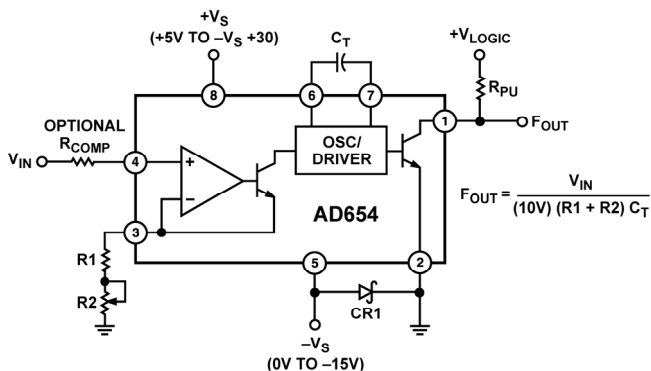
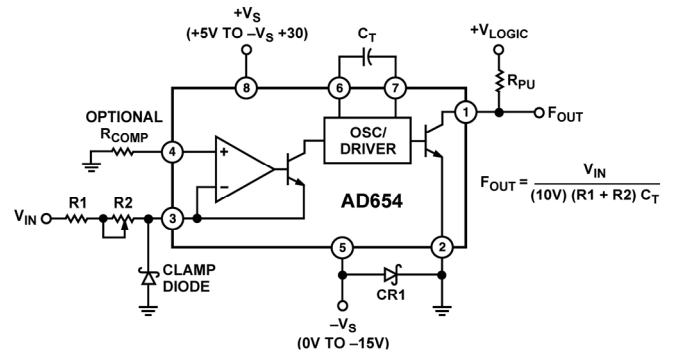
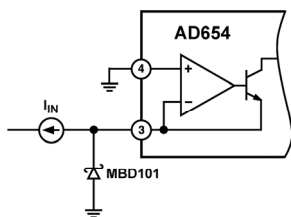

図 1. 正の入力電圧に対する標準的な V-F 接続
図 2. 負入力電圧または電流に対する V/F 接続
図 5. 入力の保護
図 1 に AD654 の機能ブロック図を示します。多機能のオペアンプが入力ステージとして機能します。このステージの機能は、入力電圧信号を変換およびスケールして NPN フォロアへ電流を出力することです。最適性能は、フルスケール入力電圧で 1 mA の駆動電流を電流/周波数コンバータ (安定なマルチバイブレータ) に供給するときに実現されます。この駆動電流は、バイアス・レベルと外付けタイミング・コンデンサに対する充電電流を提供します。この“適応型”バイアス方式により、100 nA~2 mA の全電流入力範囲で発振器の非直線性を小さくすることができます。方形波発振器出力は出力ドライバに入力されます。このドライバは NPN パワー・トランジスタのフローティング・ベースを駆動します。このフローティング駆動の採用により、ロジック・インターフェースは  $-V_S$  以外のレベルを基準とすることができます。
図 1 の接続方式では、入力アンプは入力電圧に対して非常に高い (250 MΩ) インピーダンスを示します。この入力電圧は、ピン 3 のスケール抵抗で適切な駆動電流に変換されます。抵抗 R1 と抵抗 R2 は AD654 の 10% FS 誤差と部品の偏差に対応できる十分な調整範囲を持って 1 mA フルスケール電流を提供するように選択されます。1 mA 以外のフルスケール電流を選択することができますが、直線性が低下します。2 mA が最大許容駆動電流です。AD654 の正入力電圧範囲は、 $-V_S$  (シンク電源動作ではグラウンド) から正電源より 4V 下までです。電源除去比は入力が  $(+V_S - 3.75 \text{ V})$  を超えると低下し、 $(+V_S - 3.5 \text{ V})$  で出力周波数がゼロになります。
図 1 のスケールングの関係式で示すように、0.01 μF のタイミング・コンデンサで 10 kHz のフルスケール周波数になり、0.001 μF で 100 kHz になり、1 mA の駆動電流になります。V/F 直線性を良くするためには、低誘電吸収 (DA) のコンデンサを使い、温度に対して安定な動作には小さい温度係数を持つ部品が必要です。ポリスチレン、ポリプロピレン、または Teflon\* コンデンサの使用が温度係数と誘電吸収の点から推奨されます。他のタイプでは直線性が低下します。コンデンサは、AD654 のごく近くに接続する必要があります。図 1 では、ショットキー・ダイオード CR1 (MBD101) により、ロジック・コモンが  $-V_S$  より 500 mV 以上下回るのを防止しています。 $-V_S$  がロジック・コモンに一致する場合には、このダイオードは不要です。
AD654 では、図 2 に示すようにスケール抵抗を適切に選択して広範囲な負入力電圧に対応することができます。この接続は、バッファ付き正接続とは異なり、ハイ・インピーダンスではありません。これは信号源から 1 mA の FS 駆動電流を供給する必要があります。ただし、スケール抵抗を適切に変更すると、電源を超える大きな負電圧を容易に処理することができます。入力が真の電流源である場合には、R1 と R2 は不要です。この場合も、ロジック・コモンが  $-V_S$  を 500 mV 以上下回らないようにすることにより、ダイオード CR1 がラッチアップを防止します。クランプ・ダイオード (MBD101) は、AD654 入力が  $-V_S$  以下の入力にならないように保護しています。
AD654 は、加算ハードウェアを最小にするようにデザインされていますが、高精度 IC のアプリケーションでは、落とし穴を理解して、適切な注意を払う必要があります。このため、 $+V_{IN}$  ピンと  $R_T$  ピンを  $-V_S$  より 300 mV 以上下回るように駆動しないことが必要です。同様に、ロジック・コモンを  $-V_S$  より 500 mV 以上下回るようにしないことが必要です。そうしないと、内部ジャンクションが導通して、IC が壊れることがあります。ロジック・コモンを保護する図 1 と図 2 に示すダイオードの他に、2 つ目のショットキー・ダイオード (MBD101) で AD654 の入力が “ $-V_S$  以下” の入力になるのを保護することができます (図 5)。また、 $+V_{IN}$  と  $R_T$  を  $+V_S$  より高く駆動しないことも必要です。動作中に、コンバータは ( $+V_S - 3.5$  V) を超える入力に対してゼロ出力になります。